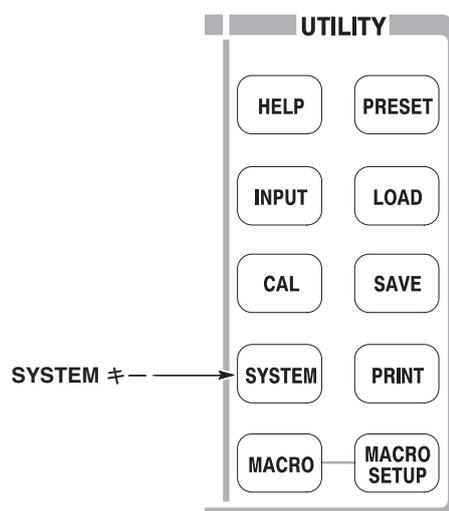

図 2-5 : SYSTEM キー
1. 前面パネルの **SYSTEM** キーを押します (図 2-5)。